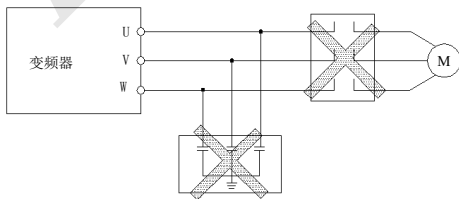

图 3-3 变频器与电机之间禁止使用接触器和吸收电容
- (1) 接线前，确保已完全切断电源 10 分钟以上，否则有触电危险。
- (2) 严禁将电源线与变频器的输出端 U、V、W 连接。
- (3) 变频器本身机内存在漏电流，中大功率变频器整机的漏电流大于 5mA，为保证安全，变频器和电机必须安全接地，接地线一般线径为 3.5mm² 以上铜线，接地电阻小于 10 Ω。
- (4) 变频器出厂前已通过耐压试验，用户不可再对变频器进行耐压试验。
- (5) 变频器与电机之间不可加装电磁接触器和吸收电容或其它阻容吸收装置，如图 3-3。
- (6) 为提供输入侧过电流保护和停电维护的方便，变频器应通过中间继电器与电源相连。
- (7) 继电器输入及输出回路的接线(X1~X5、OC、FWD、REV)，应选用 0.75mm² 以上的绞合线或屏蔽线，屏蔽层一端悬空另一端与变频器的接地端子 PE 相连，接线长度小于 20m。